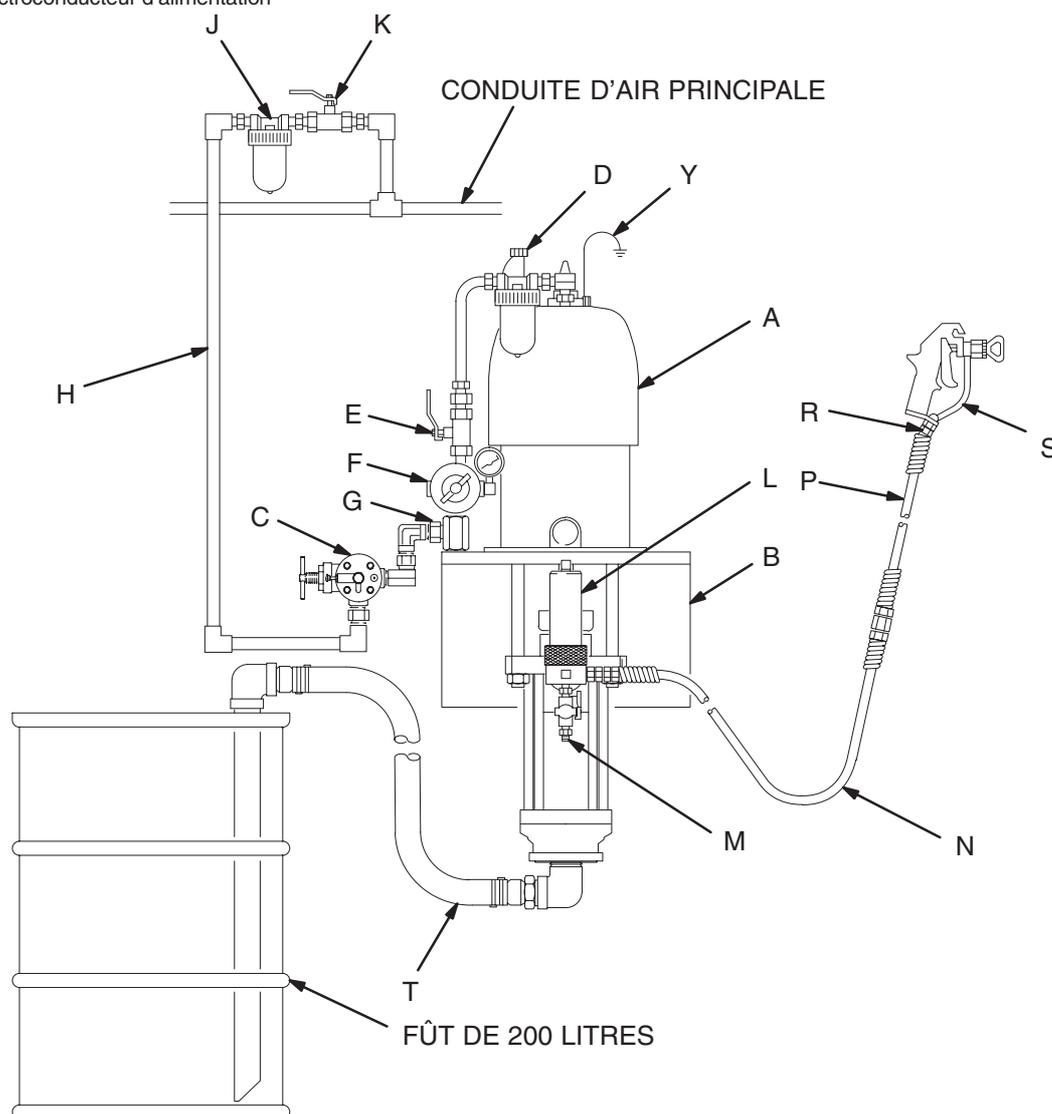

Fig. 3
La Fig. 3 constitue simplement un guide pour le choix et l'installation des accessoires et des composants du système. Prenez contact avec votre distributeur Graco afin d'obtenir de l'aide pour la conception d'un système qui réponde à vos besoins particuliers.
Monter la pompe (A) selon le type d'installation prévu. La Fig. 3 illustre un système à montage mural. Les dimensions de la pompe et le schéma de perçage des trous de fixation sont indiqués en pages 38 et 39.
Installer les accessoires suivants en respectant l'ordre indiqué dans la Fig. 3 et en utilisant des adaptateurs si nécessaire:
Installer les accessoires suivants dans les positions indiquées à la Fig. 3 en utilisant des adaptateurs si nécessaire:
- **Un filtre produit (L)** avec un élément de 60 mesh (250 microns) en acier inox pour filtrer les particules du produit en sortie de la pompe. Il comprend une **vanne de décharge produit (M)**, qui est nécessaire sur l'installation pour relâcher la pression produit dans le flexible et le pistolet (Voir la **MISE EN GARDE** ci-contre).
- **Un pistolet ou une vanne (S)** distribue le produit. Le pistolet représenté à la Fig. 3 est un pistolet pulvérisateur sans air pour produits de viscosité faible à moyenne.
- **Un raccord tournant (R)** améliorant la maniabilité du pistolet.
- **Un kit d'aspiration (T)** permet à la pompe d'aspirer le produit d'un fût de 200 litres.